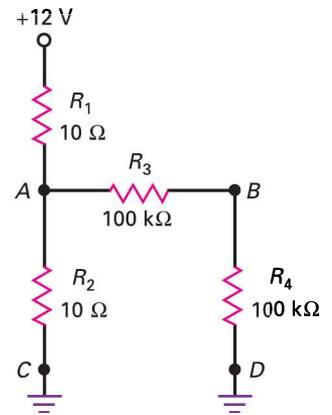

Figure 1.16
La figure 1.16 illustre un diviseur de tension constitué par les deux résistances R_1 et R_2 et chargé par R_3 en série avec R_4 . Avant de dépanner ce circuit, on doit déterminer les valeurs normales des tensions. La première chose à faire est de déterminer V_A (tension entre A et la masse) et V_B (tension entre B et la masse). R_1 et R_2 étant beaucoup plus faibles que R_3 et R_4 ($10\ \Omega$ devant $100\ \text{k}\Omega$), la tension en A est approximativement +6 V. De plus, R_3 étant égale à R_4 , la tension en B est de l'ordre de +3 V. Si le circuit est sans problème, on doit mesurer +6 V entre A et la masse et +3 V entre B et la masse. Ce sont les données d'entrée de l'encart *À retenir* 1.3.
Sur la figure 1.16, on a $V_A = 0$ et $V_B = 0$. Quel est le défaut ?
1.7 Avez-vous compris ? Quel est le défaut quand on mesure $V_A = 12$ V et $V_B = 6$ V dans le montage de la figure 1.16 ?